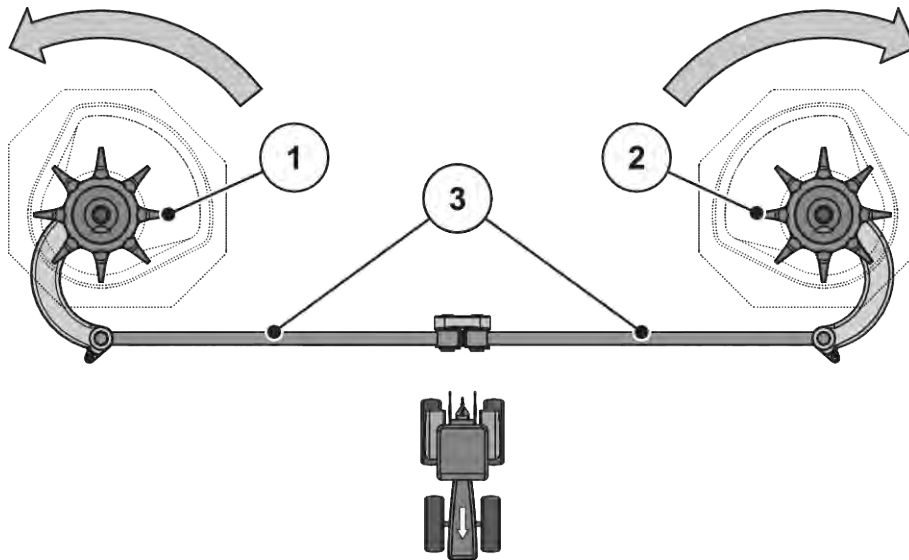

Fig. 54: Vérification de l'entraînement de l'agitateur
- Faire tourner la tête de l'agitateur à la main. **dans le sens de rotation du disque d'épandage.** Voir Fig. 54 Vérification de l'entraînement de l'agitateur.
- Tourner vigoureusement l'agitateur à la main ou à l'aide d'une sangle pour filtre à huile **dans le sens de rotation inverse du disque d'épandage.** Voir Fig. 54 Vérification de l'entraînement de l'agitateur